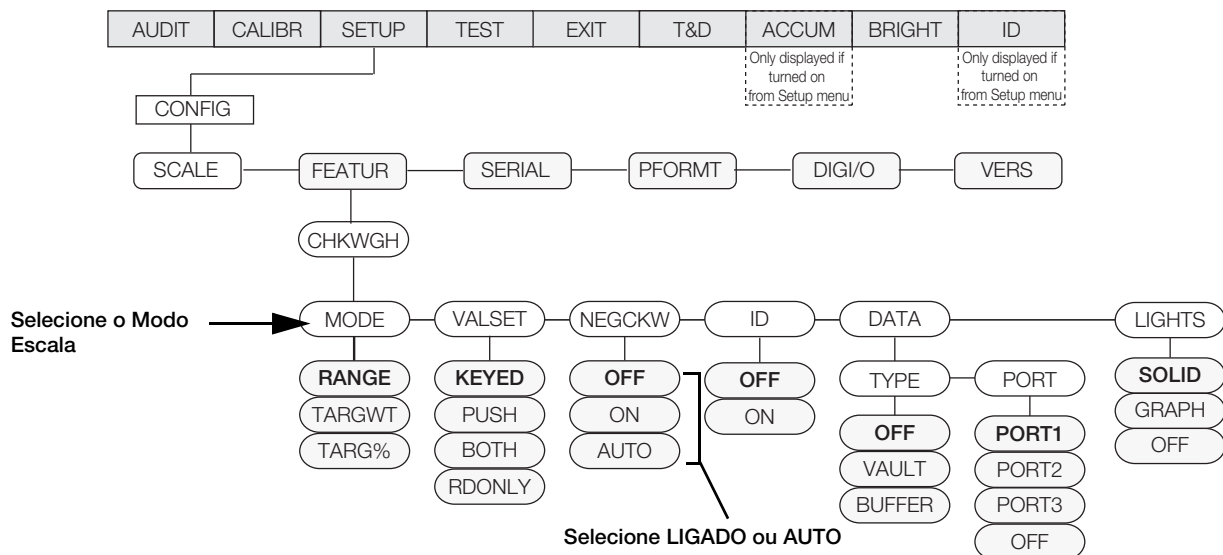

Figura 5-7. Menu CHKWGH
1. Certifique-se de que *Escala* está selecionado sob o *Modo* (Veja Figura 5-7).